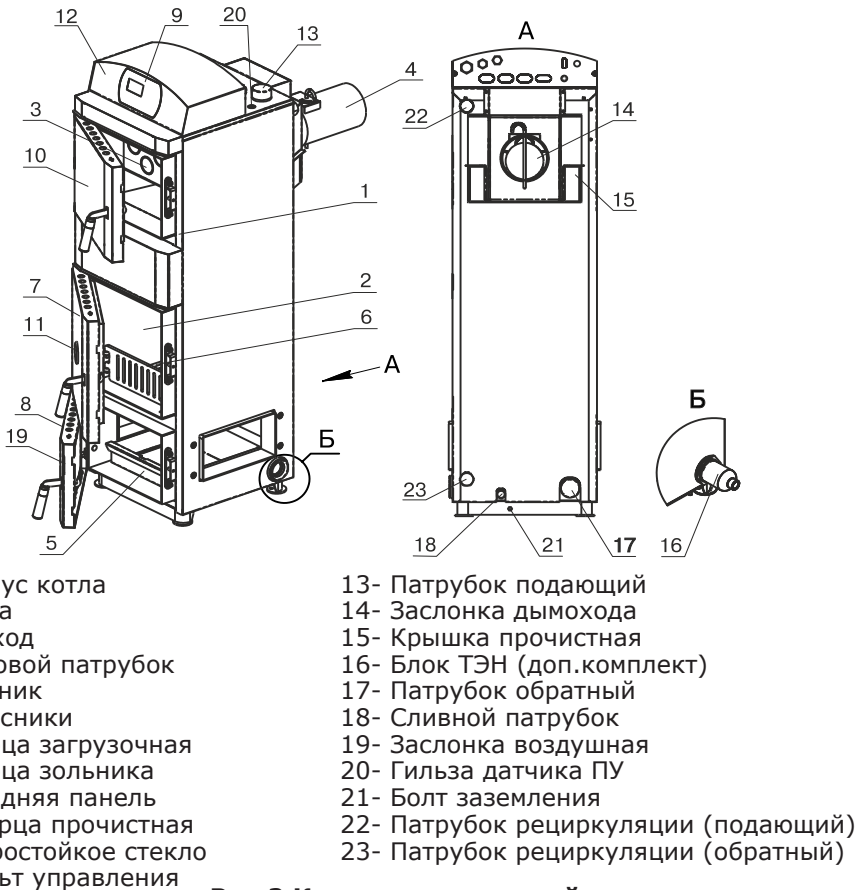

Рис.2 Котел отопительный
4.6.4. Эксплуатировать котел при температура воздуха в помещении котельной ниже 0°C, неполном заполнении системы отопления водой и с открытыми дверцами (поз. 7, 8,10) (см. рис.2).
5.2. Котел отопительный (рис.2) состоит из сварного корпуса (поз.1), топки (поз.2) конвективного газохода (поз.3) и дымового патрубка (поз.4).
5.3. В нижней части котла (рис.2) вместо заглушки может вворачиваться блок ТЭН (поз. 16), мощностью от 3 до 12 кВт и подключаться к трехфазной электросети (~380В ± 10% через пульт управления ПУ ЭВТ-И1).
Блоки ТЭН, мощностью до 9 кВт можно подключать к однофазной электросети напряжением ~220В ± 10%. При подключении блока ТЭН необходимо учитывать, что сеть электропитания должна быть рассчитана на указанные нагрузки. Датчик температуры пульта ПУ ЭВТ-И1 необходимо установить в гильзу (поз. 20), (рис.2).
- открыть загрузочную дверцу (рис.2, поз.7), вынуть дымовой патрубок (поз.4),